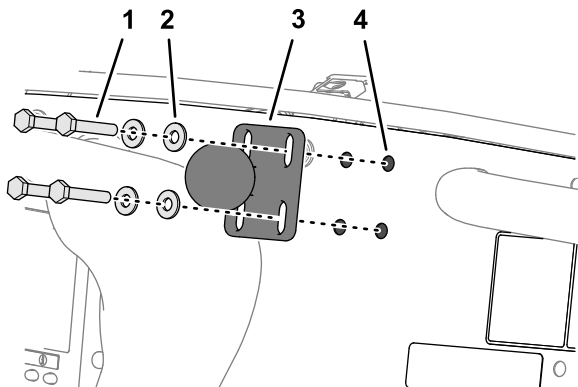

Figura 135
1. Monte el soporte del pivote de bola en el panel de instrumentos con los 4 pernos con arandela prensada ($\frac{1}{4}$ " x $1\frac{1}{2}$ "), la pletina de refuerzo y la contratuerca con arandela prensada ($\frac{1}{4}$ "), como se muestra en la Figura 135.